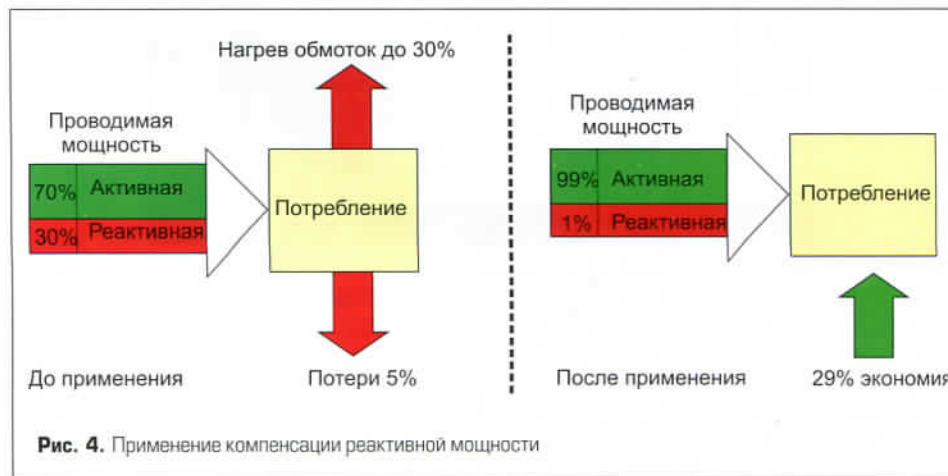

Рис. 4. Применение компенсации реактивной мощности
- автоматически отслеживать изменения нагрузки и компенсации реактивной мощности (рис. 4).